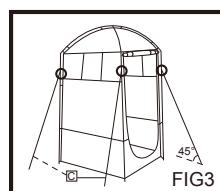

FIG3
6. Legați un capăt al frânghiilor de ancorare <C> la unul din cele patru inele din colțul cortului exterior <A>. (FIG3)
7. Legați celălalt capăt pe cuiele cortului <D> și strângeți-le introducând cuiele cortului <D> în pământ. (FIG3)